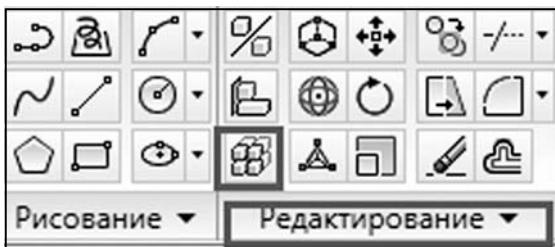

Рис. 8.10. Команда «3D-массив» на «Ленте»
- ◆ «Лента»: «Главная» / «Редактирование» / «3D-массив» (рис. 8.10);